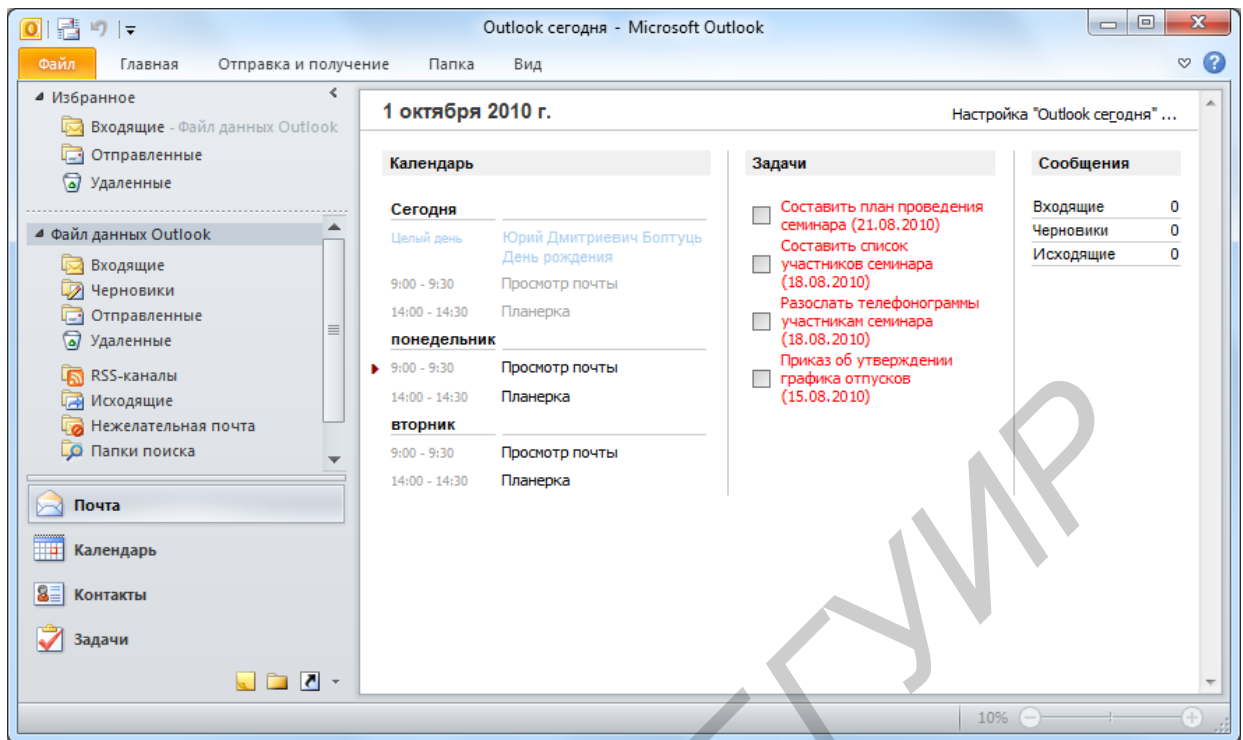

Рис. 3.1. Окно программы Microsoft Office Outlook
Рассмотрите окно программной среды Microsoft Office Outlook 2010 (рис. 3.1). В левой части окна находится *область перехода*, где расположены основные группы объектов среды Outlook – *Outlook*, *Почта* и другие группы папок. Сами объекты представляют собой папки с информацией определенного вида. Рабочее поле окна программы занимает информация открытой в данный момент папки. Основными объектами информации, с которыми работает среда Outlook, являются папки *Контакты*, *Календарь*, *Задачи*, *Заметки*, *Дневник*.
2. Рассмотрите окно программы (см. рис. 3.1). Найдите группы рабочих папок на рисунке и в окне программы на вашем компьютере. Отличаются ли они?